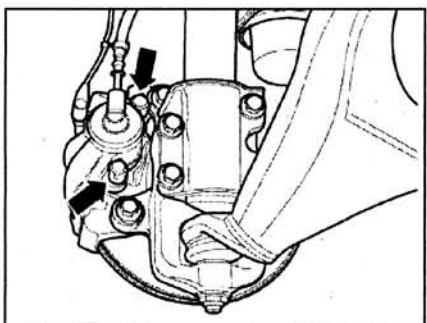

Рис. 7.4. Извлеките защитные крышки (стрелки), затем открутите и снимите оба направляющих пальца из тормозного суппорта.
4. Извлеките защитные крышки (стрелки), затем открутите и снимите оба направляющих пальца из тормозного суппорта (рис. 7.4).